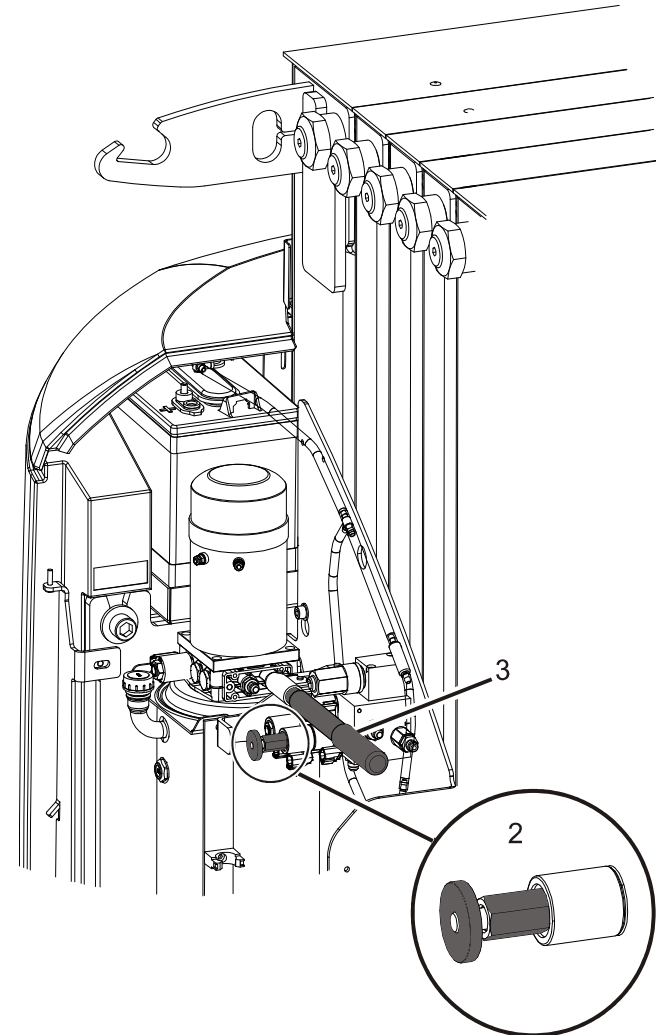

Figure 3-8. Orientation Manuelle
- une **vanne de commande (2)** située sur le groupe hydraulique (Voir Figure 3-8.).
- un **pompe à main (3)**, située au-dessus du groupe hydraulique (Voir Figure 3-8.).